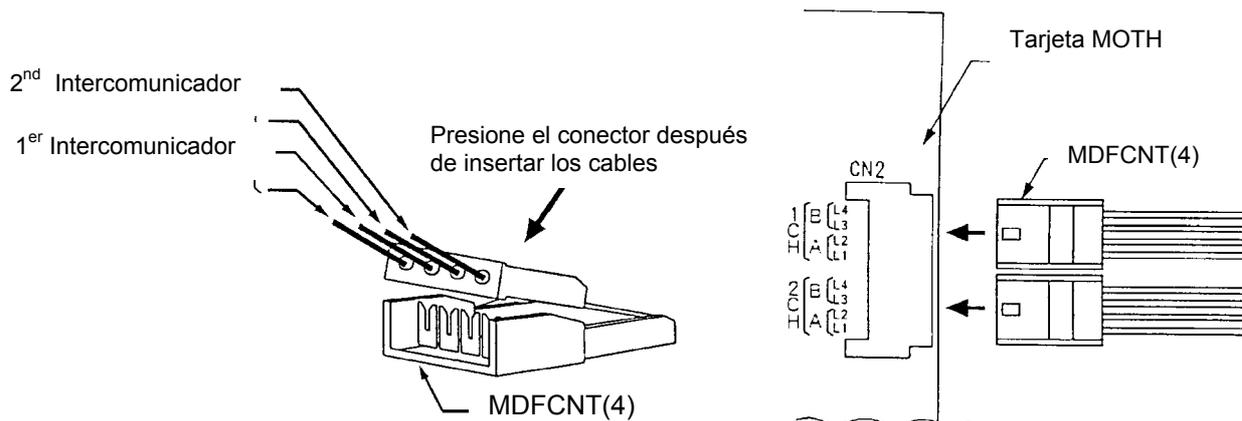

Figura 17.15.2
3. Conectar los hilos de cada intercomunicador, mediante el conector MDFCNT(4). Figura 17.15.2.